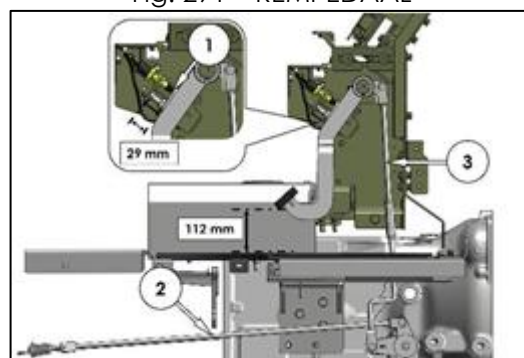

Fig. 292 – AFSTELLEN REMPEDAAL
1. Plaats een houten blok van 112 mm tussen het rempedaal en de rechter treeplank (zie Fig. 292).
2. Stel de terugloop-aanslagbout van de rem (item 1 in Fig. 292) van de beginpositie (29 mm) af op de gewenste pedaalhoogte.
3. Monteer de horizontale remstang (item 2 in Fig. 292). Monteer één uiteinde van de remstang met een gaffelpen en splitpen aan de arm van de verbindingstang (gemonteerd op de rem kruisas) en het andere uiteinde met splitpen en gaffelpen aan de remhevel op het einde van de achteras.